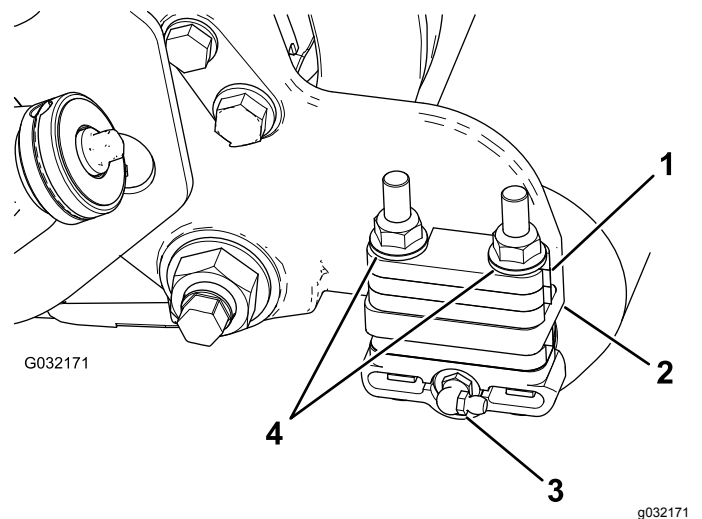

Figure 3
2. Déposez le graisseur du rouleau sur le côté de l'unité de coupe sur lequel est fixé le carter de brosse (Figure 3).
6 mm placées au sommet de la bride de montage de la plaque latérale (Figure 3).